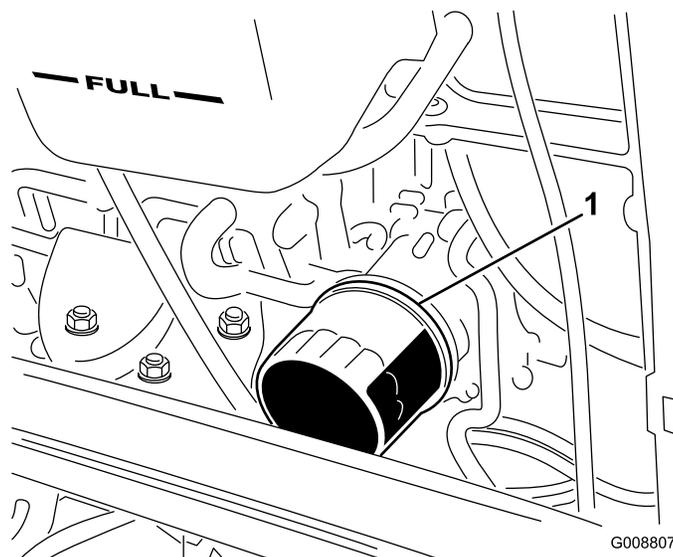

Figure 59
2. Déposez le filtre à huile (Figure 59). Appliquez une fine couche d'huile propre sur le joint du filtre de rechange avant de le visser en place. Ne serrez pas excessivement.